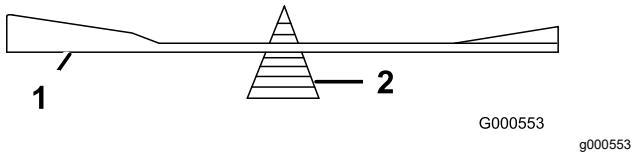

Figura 68
- Verifique el equilibrio de la cuchilla colocándola sobre un equilibrador de cuchillas (Figura 68).